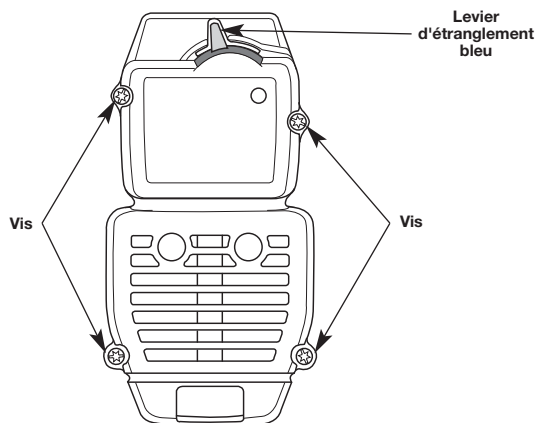

Fig. 35
2. Retirez les quatre (4) vis retenant le couvercle du filtre à air/silencieux (Fig. 35). Servez-vous d'un tournevis à lame plate ou à mèche no. 20 Torx.
2. Insérez les quatre (4) vis dans les trous du filtre à air/couvercle du silencieux (Fig. 35) et vissez sans trop serrer.